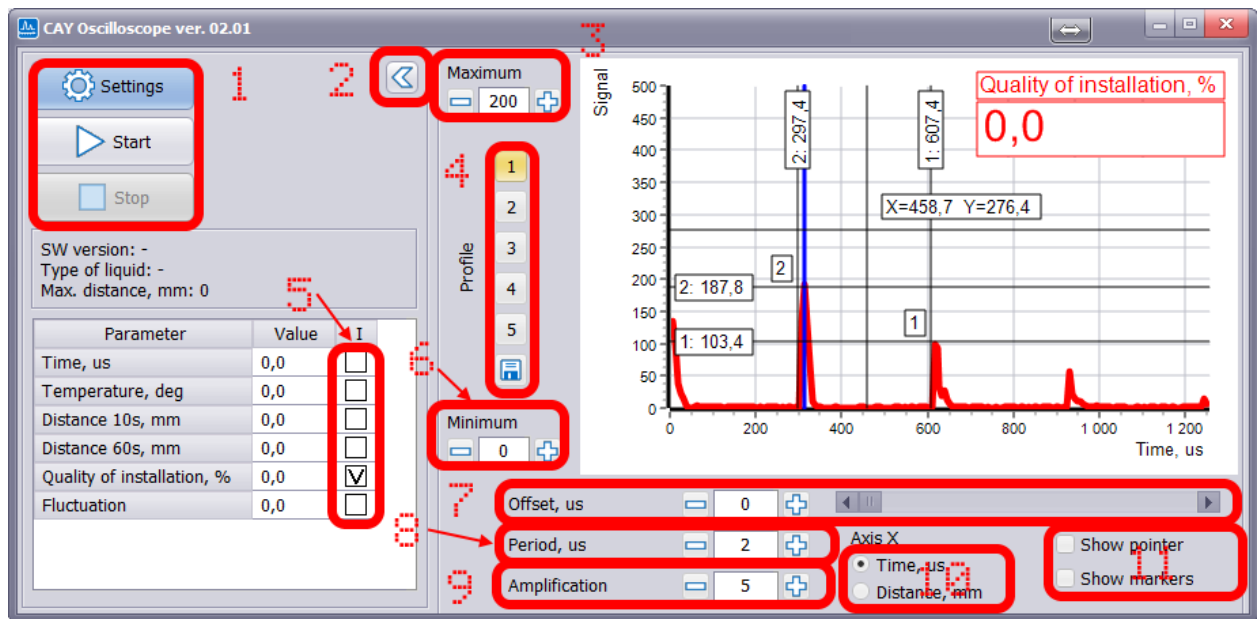

Fig.3.2 Main Oscilloscope window
- 3.3.2. Click «Settings» - Section 1 at fig. 3.2